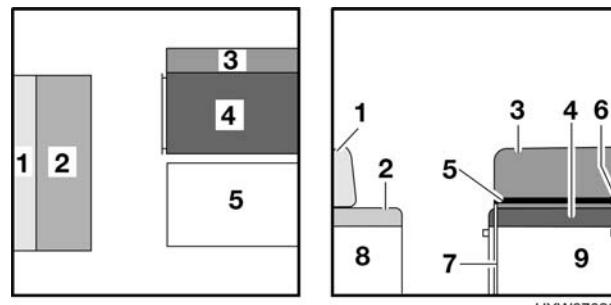

Fig. 98 Prima della trasformazione
- Rimuovere il cuscino dello schienale (Fig. 98,1) e il cuscino del divano (Fig. 98,2) e riporli.